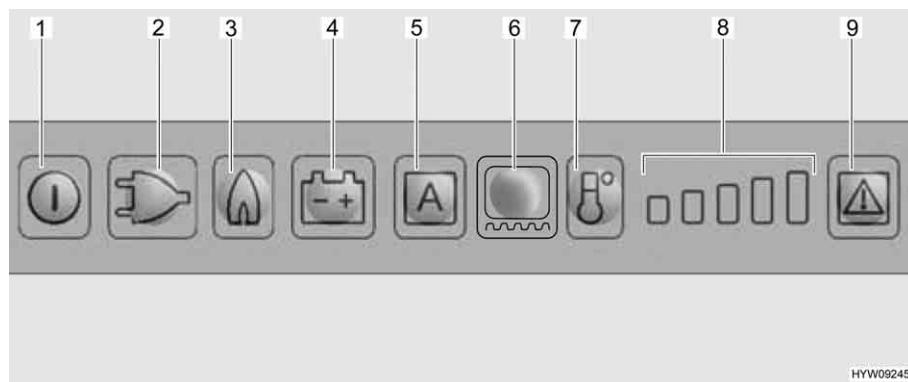

Fig. 140 Quadro comandi LED (frigorifero Dometic)
Contemporaneamente si inserisce l'accenditore elettronico. Se la fiamma del gas si spegne, p. es. a causa di un colpo di vento, l'accenditore viene subito azionato riaccendendo il gas. In caso di guasto del funzionamento a gas, i tasti luminosi relativi a gas (Fig. 140,3) e guasto (Fig. 140,9) lampeggiano e viene emesso un segnale acustico per 20 secondi.
Dopo l'accensione il frigorifero seleziona automaticamente la regolazione intermedia del termostato. Questa regolazione può essere modificata manualmente tramite il tasto di selezione del livello di temperatura (Fig. 140,7). Le spie di controllo (Fig. 140,8) indicano la temperatura selezionata sul termostato. Il tasto di selezione del livello di temperatura permette di regolare la temperatura di refrigerazione per tutti e tre i tipi di energia. Ci vogliono alcune ore prima che il frigorifero raggiunga la temperatura normale di esercizio. Cambiando la modalità di funzionamento la regolazione del termostato non viene modificata. La temperatura di refrigerazione è indipendente dal tipo di energia utilizzata.
- Accendere il riscaldamento del telaio per 2 ore: Premere una volta il tasto luminoso per il riscaldamento del telaio (Fig. 140,6). Sull'indicazione dei gradi di temperatura (Fig. 140,8) si accende una barra.
- Accendere il riscaldamento del telaio per 5 ore: Premere due volte il tasto luminoso per il riscaldamento del telaio (Fig. 140,6). Sull'indicazione dei gradi di temperatura (Fig. 140,8) si accendono due barre.
- Regolazione del riscaldamento del telaio ad esercizio continuo: Premere tre volte il tasto luminoso per il riscaldamento del telaio (Fig. 140,6). Sull'indicazione dei gradi di temperatura (Fig. 140,8) si accendono tre barre.
L'indicazione dei gradi di temperatura (Fig. 140,8) indica per alcuni secondi la durata di esercizio del riscaldamento del telaio.
Nel caso di temperature esterne ed umidità dell'aria elevate è possibile che si formino gocce d'acqua sul telaio in metallo del vano congelatore. Per questo motivo il frigorifero è dotato di un riscaldamento del telaio per il vano congelatore. Nel caso di temperature e umidità dell'aria elevate, accendere il riscaldamento del telaio con il tasto luminoso per il riscaldamento del telaio (Fig. 140,6). È possibile così evitare fenomeni di corrosione. Quando il riscaldamento del telaio è acceso, si accende il tasto luminoso (Fig. 140,6).
- Premere il tasto On/Off (Fig. 140,1) per circa 2 secondi. Il frigorifero si accende e viene visualizzato l'ultimo tipo di energia impostato, oppure "AES".
- Impostare la temperatura di refrigerazione con il tasto di selezione del livello di temperatura (Fig. 140,7). Le spie di controllo (Fig. 140,8) indicano la temperatura selezionata sul termostato.
- Premere il tasto On/Off (Fig. 140,1) per circa 2 secondi. Il frigorifero si spegne e le indicazioni smettono di lampeggiare.